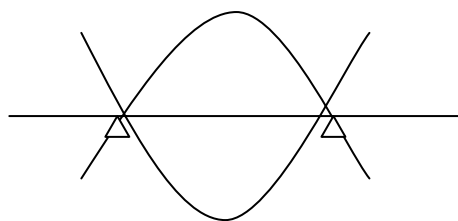

图 3 弯曲振动振幅示意图
- (2) 将被测条形试件支撑在总长的 $1/5$ 处(精确刻量为 22.4%)，试件呈“弯曲”振动，支撑点处的振幅最少，两端与中间的振幅最大(如图 3)，取出探针，将测量头的色点向上，针尖接触试件外端中心位置，然后用棒敲击试件，当试件受激发后仪器显示的数字